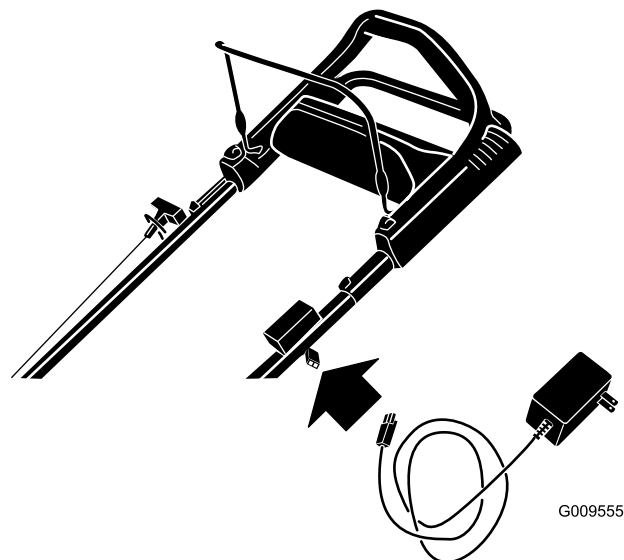

Figura 37
1. Collegate il caricabatterie al cablaggio preassemblato del tosaerba, sotto la chiave di accensione (Figura 37).